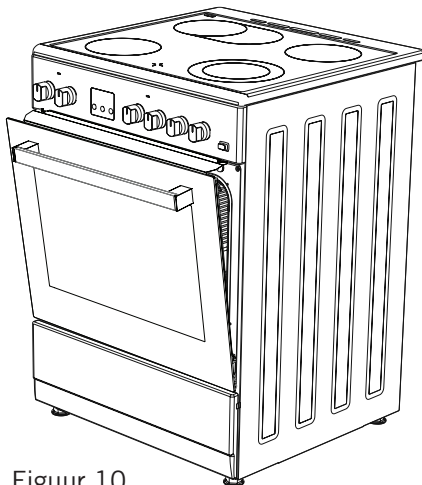

Figuur 9
2. Plaats het veiligheidspaneel onder het bedieningspaneel door de glazen voorplaat van de oven te openen. (Figuur 9)